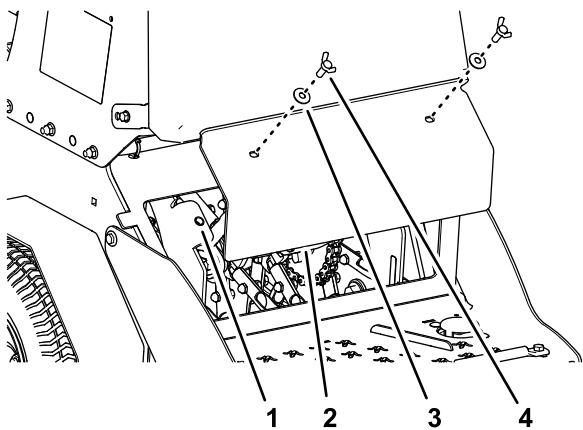

Figure 57
3. Retirez les 2 vis à oreilles ( $\frac{3}{8}$  x 1 po) et les 2 rondelles ( $\frac{3}{8}$  po) qui fixent le panneau arrière au châssis, et déposez le panneau (Figure 57).
6. Alignez les trous du panneau arrière et les trous du châssis (Figure 57).
7. Fixez le panneau au châssis au moyen des 2 vis à oreilles et des 2 rondelles (Figure 57) que vous avez retirées à l'opération 3; serrez les vis à un couple de 37 à 45 N·m (27 à 33 po-lb)